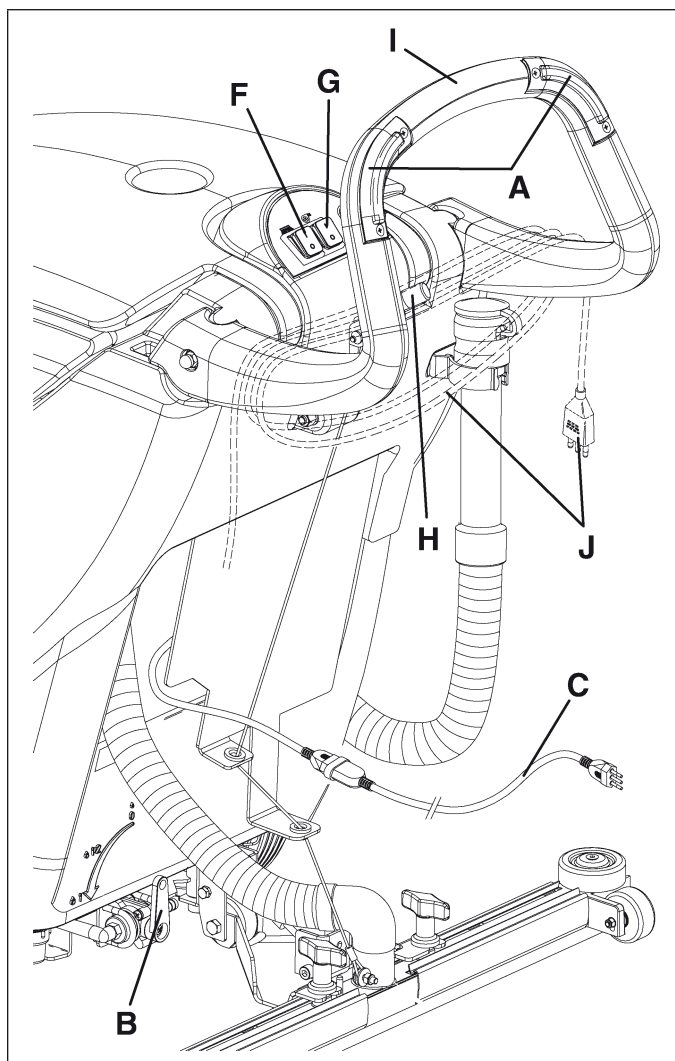

Figure 10
2. Tout en gardant les mains sur le guidon (I, Fig. 10), déplacer la machine et commencer le travail de lavage/séchage du sol.
*ne pas utiliser la brosse/disque à sec lorsque la machine est au repos, arrêter la rotation de la brosse/disque au moyen du bouton-poussoir (A, Fig. 10).*
*Avant de soulever la brosse/disque, en arrêter la rotation au moyen du bouton-poussoir (A, Fig. 10).*
3. Si besoin est, modifier la quantité de solution distribuée à la brosse/disque, à l'aide du levier (B, Fig. 10).
1. Positionner les interrupteurs de rotation brosse et d'aspiration (F et G, Fig. 10) sur "0".
2. Débrancher la fiche du câble d'alimentation (C, Fig. 10) du réseau électrique. Enrouler le câble d'alimentation autour du guidon en position (J).
3. Soulever l'embouchure en tournant le levier (H, Fig. 10) vers le haut, jusqu'à fin de course.